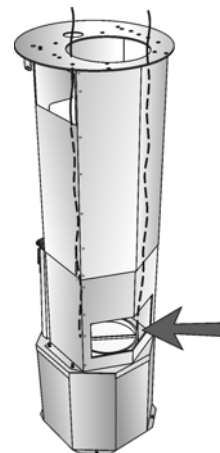

Fig. 10
7. Estrarre il tubo di sfiato facendolo passare dall'apertura posteriore (Fig. 10).